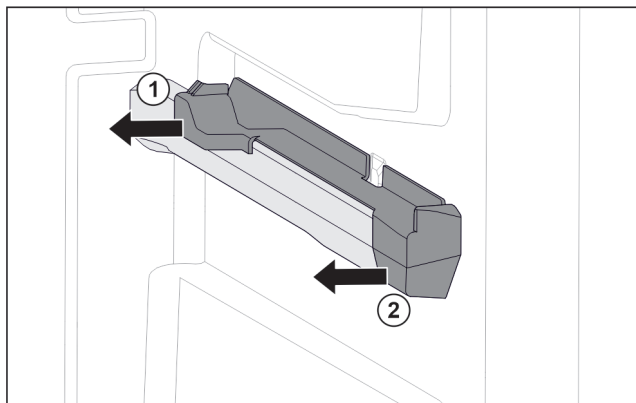

Fig. 103 Вставная часть на правом контейнерном ребре
- ▶ Отодвиньте вставную часть сзади в сторону. Fig. 103 (1)
- ▶ Отодвиньте вставную часть спереди в сторону. Fig. 103 (2)